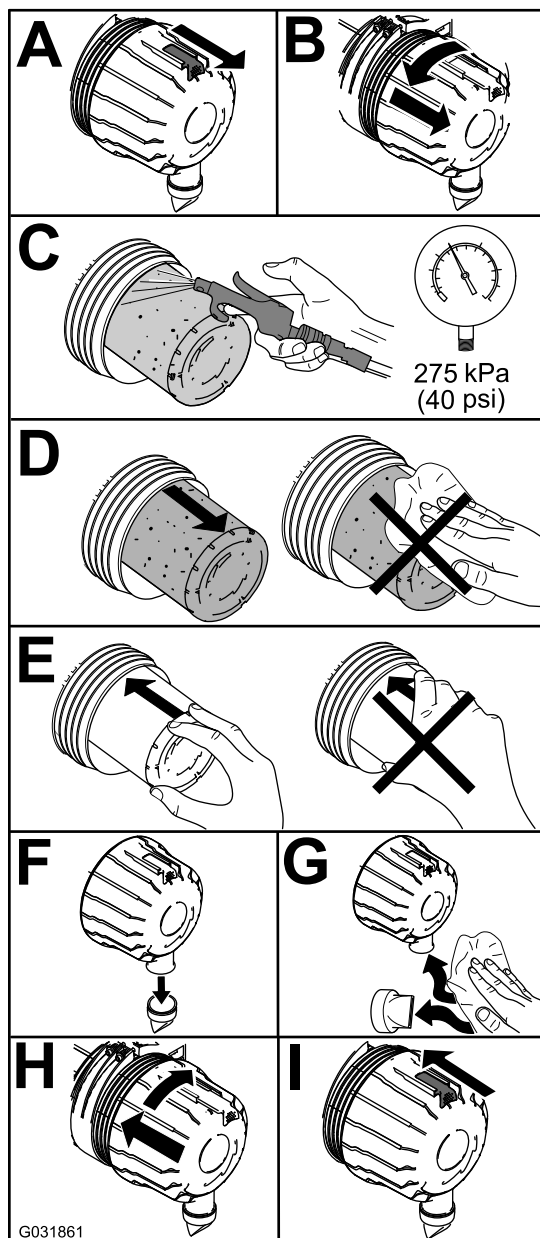

Figure 40
1. Remplacez le filtre à air (Figure 40).